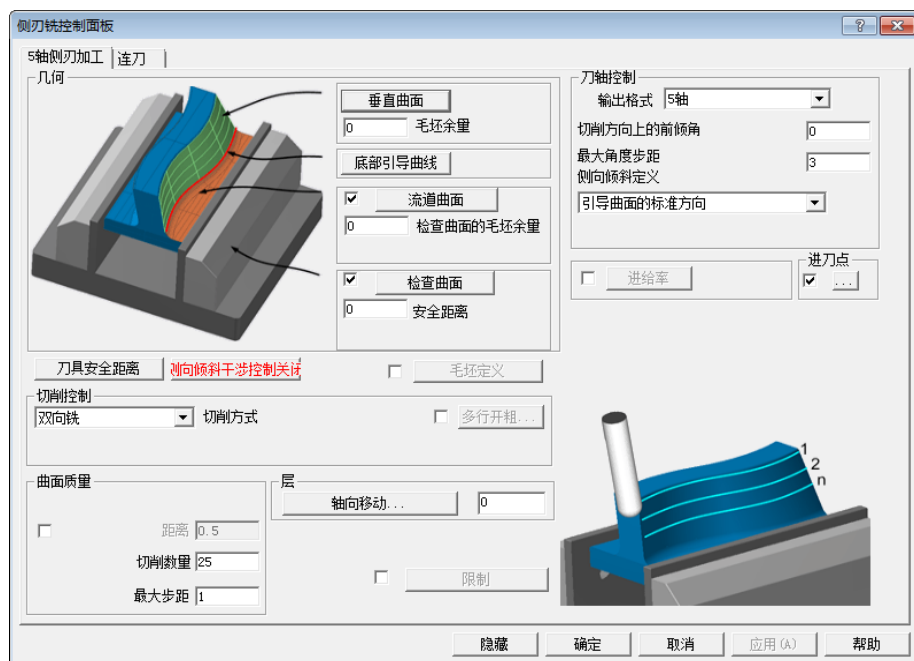

图 5-84 “侧刃铣控制面板”对话框(1)
3) 单击“刀路轨迹”后的“进入”按钮，弹出“侧刃铣控制面板”对话框(1)，设置参数如图 5-84 所示。